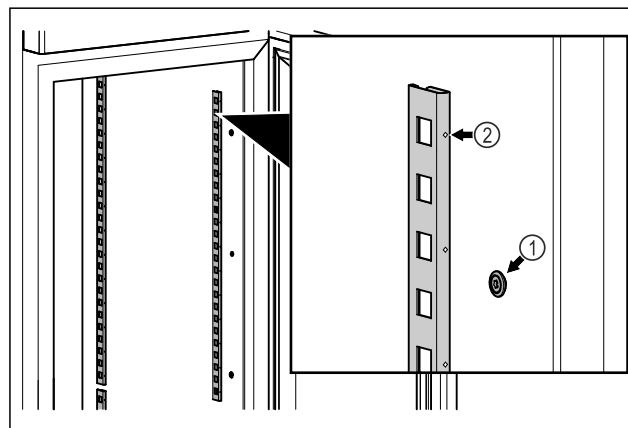

Fig. 56 Voorbeeld
- Vastzetstrips in de ophanging Fig. 56 (1) haken. Markering Fig. 56 (2) moet naar voren wijzen.